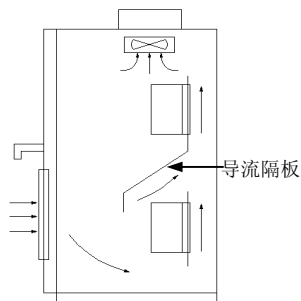

图 2-2 多台变频器的安装
(3) 多台变频器采用上下安装时，中间应用导流隔板，如图 2-2 所示。